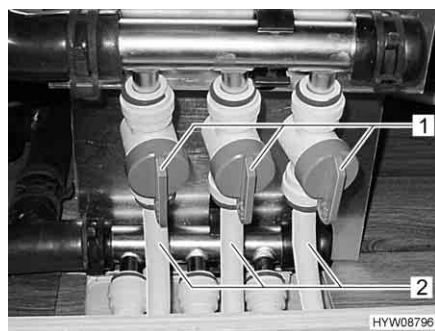

Fig. 119 Valvole di mandata del riscaldamento a pavimento
- ▷ La potenza del riscaldamento viene regolata tramite le valvole di mandata (Fig. 119,1).
- Regolare la maniglia sulla valvola di mandata (Fig. 119,1) della linea desiderata (Fig. 119,2) in posizione parallela rispetto alla tubatura del riscaldamento. Questa linea del riscaldamento a pavimento lavora così alla massima potenza.
- Regolare la maniglia sulla valvola di mandata (Fig. 119,1) della linea desiderata (Fig. 119,2) in una posizione qualsiasi. In questo modo la potenza del riscaldamento di questa linea può essere regolata in modo continuo.
- Regolare la maniglia sulla valvola di mandata (Fig. 119,1) della linea desiderata (Fig. 119,2) in posizione trasversale rispetto alla tubatura del riscaldamento. Questa linea del riscaldamento a pavimento ora è disinserita.